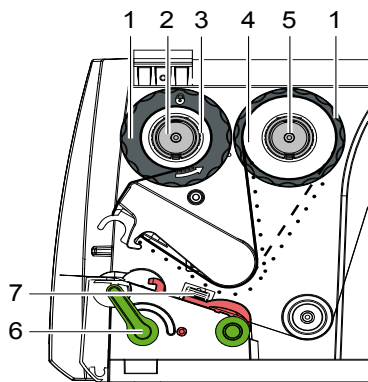

Figura 12 Recorrido de la lámina de transferencia
5. Ajustar la posición del ajustador de márgenes sobre el enrollador a la anchura del núcleo de la lámina (3) y deslizar el núcleo de la lámina sobre el enrollador (2).
6. Pasar la lámina de transferencia a través del mecanismo de impresión, tal y como se muestra en la figura 12.